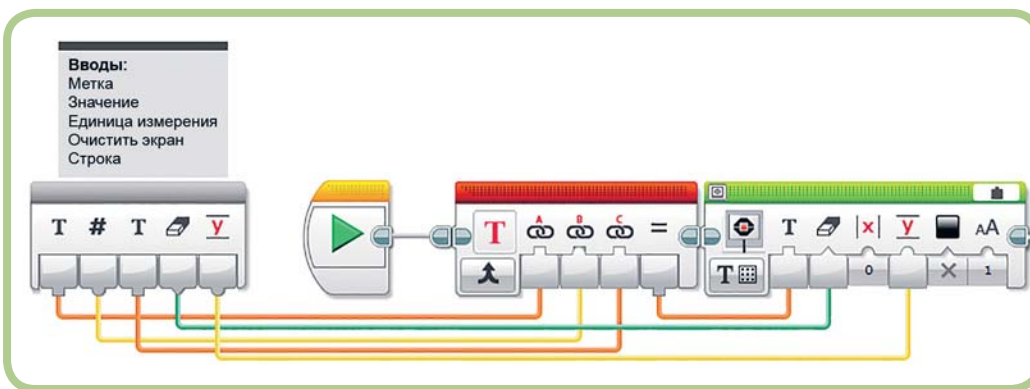

Рис. 12.22. Контейнер *DisplayNumber*
8. Поочередно выбери каждый параметр, задай для него имя, значение по умолчанию и значок. Пример выбора имен и значков показаны на рис. 12.22.
После создания контейнера «Мой блок» рекомендуется открыть его и убедиться в том, что он выглядит так, как надо. Кроме того, ты также можешь добавить некоторые комментарии с описанием параметров и способа использования блока. На рис. 12.22 показан контейнер **DisplayNumber** после добавления комментариев.